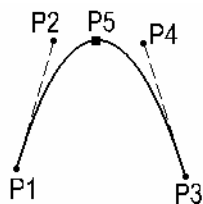

图 2-105
- 与两条不相交直线相切的曲线：单击 与 图标，依次输入点 P1~P4，确定两条直线，其中 P1、P3 为曲线的起点和终点。再输入点 P5，P5 为经过曲线的一点。这样即可确定曲线，如图 2-105 所示。